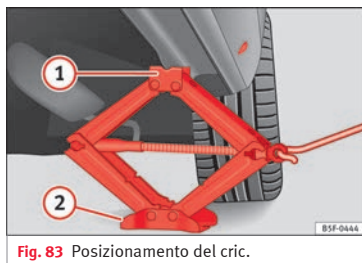

Fig. 83 Posizionamento del cric.
- Ruotare la manovella del cric*, posto sotto il punto di appoggio del longherone, per alzarlo finché la linguetta ① ► ► ► fig. 83 non avrà raggiunto l'alloggiamento previsto.
- Allineare il cric* in modo tale che la linguetta ① "si agganci" nell'apposito alloggiamento del longherone e la piastra di base mobile ② resti appoggiata al suolo. La piastra di base ② deve cadere sul lato verticale rispetto al punto di appoggio ①.